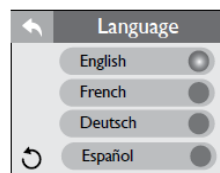

Figura 6.9b
1. Há quatro idiomas a serem selecionados: English (Inglês), French (Francês), Deutsch (Alemão), e Español (Espanhol). Para selecionar um idioma, toque em  próximo ao idioma de sua escolha, Figura 6.9b.